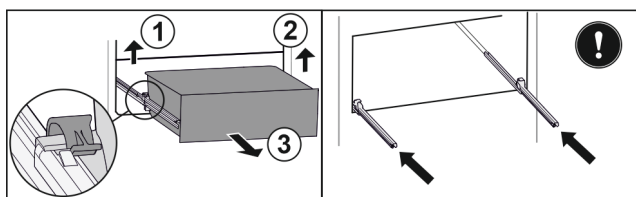

Fig. 84
- ▶ Podnieść lewy zacisk i wysunąć jednocześnie szufladę po lewej do przodu. Fig. 84 [1]
- ▶ Podnieść prawy zacisk i wysunąć jednocześnie szufladę po prawej do przodu. Fig. 84 [2]
- ▶ Wyjąć szufladę do przodu. Fig. 84 [3]